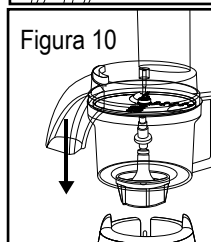

Figura 10
- 4a. Coloque a base do acessório na base do motor de seu liquidificador Oster® (Figura 10). **NÃO USE O APARELHO A MENOS QUE O ACESSÓRIO ESTEJA TOTALMENTE MONTADO E COM SUA TAMPA TRAVADA.**